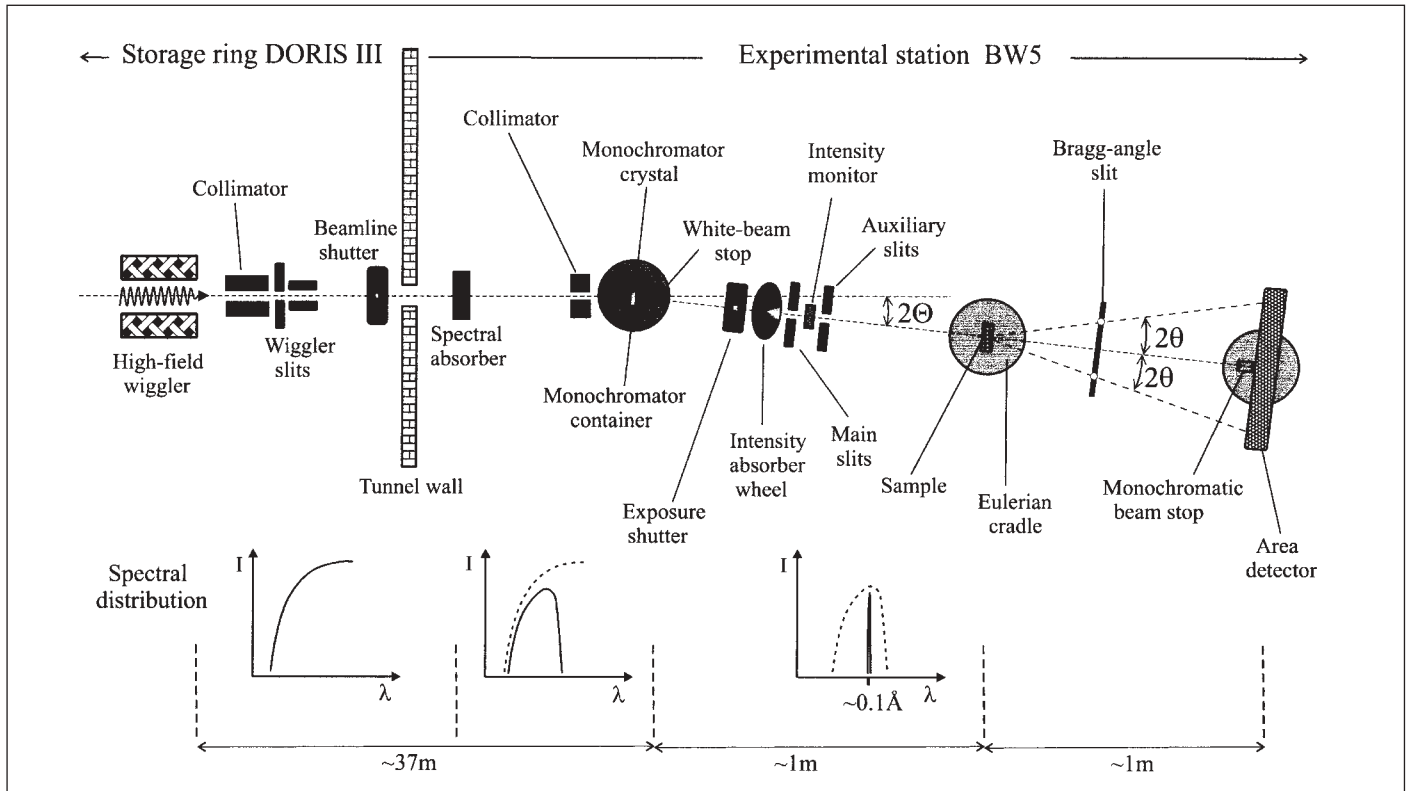

Bild 3: Schematischer Aufbau des Röntgendiffraktometers am Hochenergie-Strahlrohr BW5 am Speicherring DORIS (HASYLAB) im Forschungszentrum DESY, Hamburg
**Bild 3** zeigt den schematischen Aufbau des Röntgendiffraktometers am Strahlrohr BW5 im HASYLAB im Forschungszentrum DESY in Hamburg (Wcislak et al., 2002). Mit Hilfe eines Monochromators wird ein Röntgenstrahl der Wellenlänge  $\approx 0,1 \text{ \AA}$  aus dem Synchrotronstrahl ausgeblendet und in bekannter Weise an der Probe gebeugt. Abweichend von der konventionellen Technik verwenden wir ein zusätzliches Blendensystem (die Bragg-Winkel-Blende) und eine kontinuierliche „Abbildungstechnik“ mit beweglichem Flächendetektor, die ein sehr hohes Winkelauflösungsvermögen erlaubt. Ungewöhnlich ist auch die kurze Wellenlänge von  $\approx 0,1 \text{ \AA}$ , die es erlaubt, auch dicke Proben, wie in diesem Falle eine 12 mm dicke Platte des Eisenmeteoriten, leicht zu durchstrahlen.